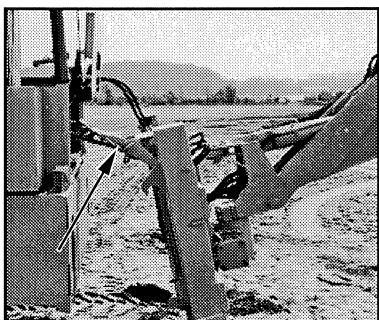

Bild 6-20
(2) Abdeckung (6-18/Pfeil) von Heckklappe demontieren. Anschließend die gerade gelösten Schrauben zur Befestigung der Leisten (6-24/1) und der Schürze (6-24/2) wieder hineinschrauben.
(3) Das Steuerventil in die in Bild 6-20/Pfeil gezeigte Position schwenken und anschließend mit dem an der rechten Seite befindlichen Bolzen (4-14/4) wieder festsetzen.
(4) Das Gerät so weit wie möglich an den Heckbagger heranfahren, sodaß das Anschließen der Hydraulikschläuche des Heckbaggers an das Grundgerät und das anschließende Aufnehmen des Heckbaggers möglich ist.
(5) Fahrschalter (4-11/1) in "0"-Stellung bringen.
(6) Feststellbremse anziehen (4-13/2).
(7) Motor abstellen (4-17/6).
(8) Schutzkappen von den Schraubkupplungen am Heckbagger und am Gerät abschrauben und Schraubkupplungen miteinander verbinden (6-19).